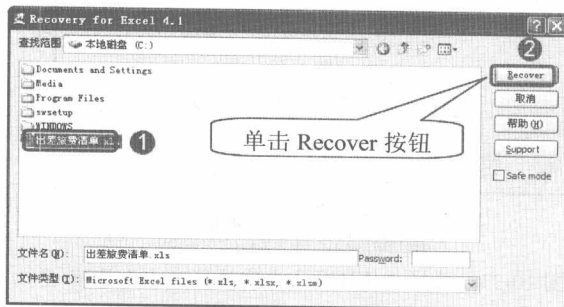

图 10-35 选择损坏的 Excel 文档
步骤(2) 单击 Recover 按钮, 在弹出的对话框中选择损坏的 Excel 文档(如图 10-35 所示), 单击 Recover 按钮即可尝试打开并修复损坏的 Excel。